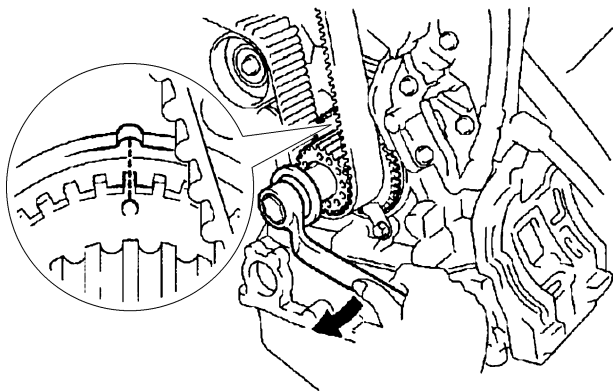

图 24-9 使曲轴带轮上的正时标记与机油泵壳体上的标记对齐
① 先暂时将曲轴带轮螺栓和垫圈安装到曲轴上。
② 顺时针转动曲轴, 如图 24-9 所示, 使曲轴带轮上的正时标记与机油泵壳体上的标记对齐。